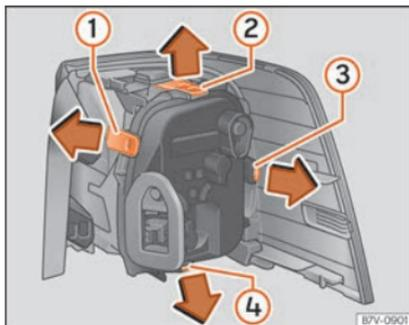

Fig. 116 Luz traseira na carroçaria: desmontar o porta-lâmpadas. ① ④: linguetas de bloqueio.
8.	Para desbloquear o porta-lâmpadas, pressionar as linguetas de bloqueio » Fig. 116 ① a ④ no sentido da seta.